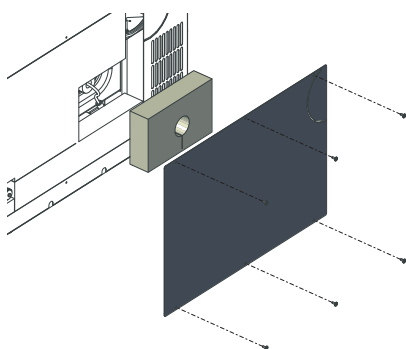

Fig. 55 Verkleidungsabdeckung abschrauben, Isolierung entfernen
- ▶ Verkleidungsabdeckung bei rechter Seitenwand abschrauben (6 Blechschrauben), Isolierung herausnehmen – Fig. 55.